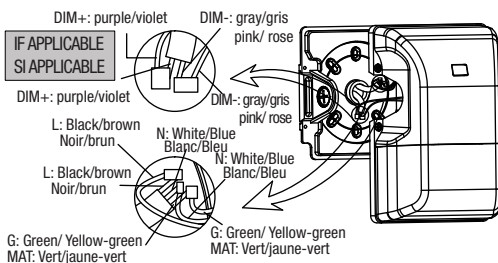

Fig. 5A
6. Make the electrical connections between the power leads and luminaire leads by using the wire nuts. Make the dimming wire connections if applicable (Fig. 5A).
6. Effectuer les connexions électriques entre les fils d'alimentation et les fils du luminaire en utilisant des capuchons de connexion. Raccorder les fils d'alimentation de gradation de lumière si applicable (Fig. 5A).